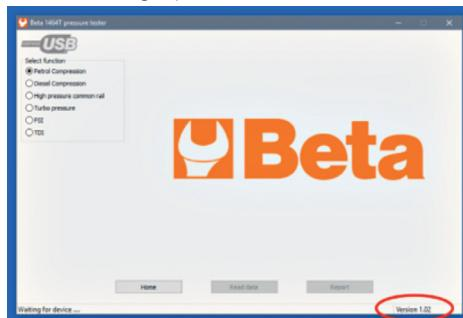

Fig. 1
- Vérifier que la version du logiciel du PC soit la version 1.2 ou supérieure. Si la version du logiciel du PC est une version inférieure, exécuter le logiciel pour qu'il se mette à jour automatiquement; après avoir lancé le logiciel, attendre une minute environ pour faire télécharger le nouveau logiciel du PC; au lancement suivant du logiciel, la nouvelle version résultera installée. (La version est visible dans le coin en bas à droite de la fenêtre. Cf. fig. 1).